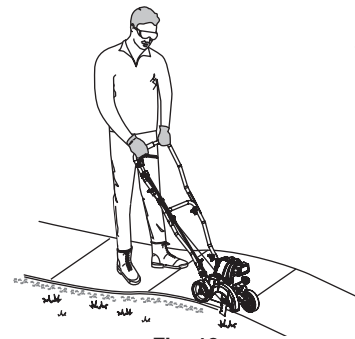

Fig. 10
1. Coloque el eje superior en el eje intermedio. Asegúrese que la curva en "V" en el mango esté apuntando hacia arriba (hacia la parte delantera de la unidad) y que el control del regulador esté en el lado derecho cuando el operador se pare en la posición de funcionamiento (Fig. 10). Mantenga el cable del regulador y el conjunto de alambres por el frente de la unidad.
- Párese en la posición de arranque (Fig. 10). Párese derecho. No se incline sobre el aparato.